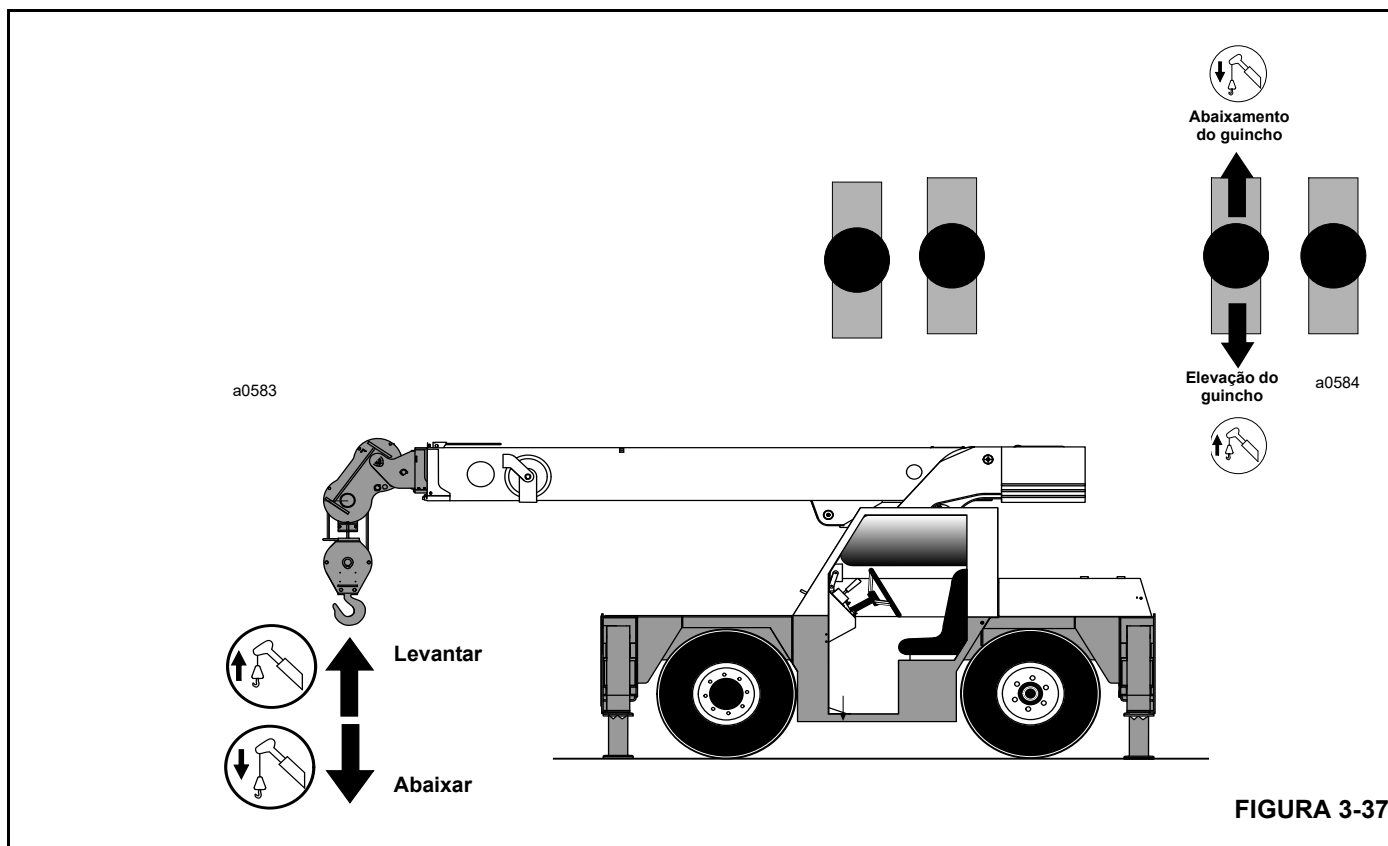

FIGURA 3-37
2. Puxe lentamente a alavanca de controle do guincho (Figura 3-37) até conseguir a velocidade de elevação desejada. Quanto mais a alavanca de controle for puxada, mais rapidamente o moitão vai ser elevado.
2. Empurre lentamente a alavanca de controle do guincho (Figura 3-37) até conseguir a velocidade de abaixamento desejada. Quanto mais o controle for empurrado para a frente, mais rapidamente o moitão vai abaixar.